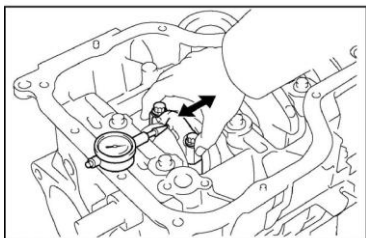

Рисунок II-181
7. Перемещайте шатун вперед и назад, чтобы замерить при помощи микрометра его осевой зазор, при этом коленвал должен быть заблокирован от перемещения. ((см. Рисунок II-181))